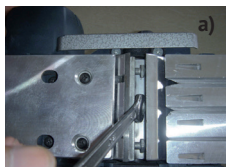

рис.2
- открутив три винта ключом, снимите прижимную пластину с ножом (рис.2а);
- снимите нож с направляющей пластины (рис.2б).